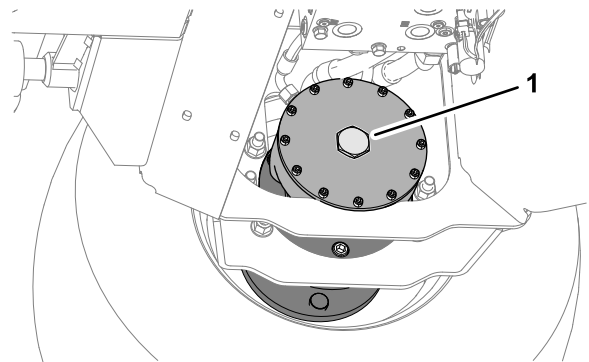

Figura 35
6. Rimuovete il tappo esagonale dal gruppo del freno del motore della ruota anteriore destra (Figura 35).